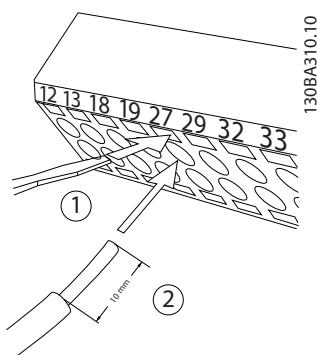

Bild 4.27 Ansluta styrkablar
1. Öppna kontakten genom att sätta en liten skruvmejsel i skåran ovanför eller under kontakten (se Bild 4.27).